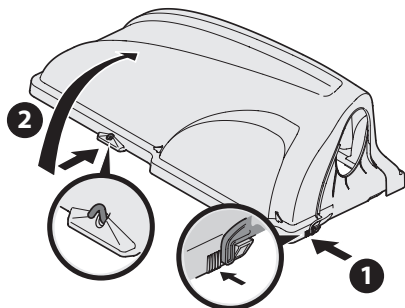

Figura 26
2. Eleve la cubierta de la embolsadora oprimiendo la lengüeta posterior derecha con la mano derecha (1), como se ve en de la Figura 26, y levantando la cubierta con la mano izquierda en el centro de la parte posterior de la cubierta de la embolsadora (2).